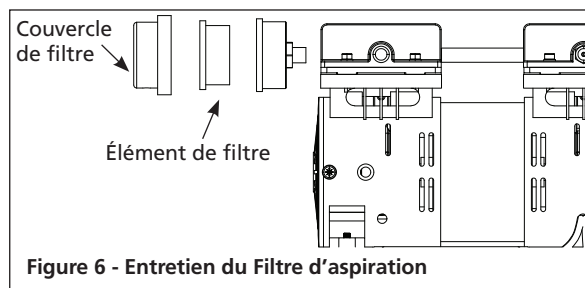

Figure 6 - Entretien du Filtre d'aspiration
Retrait, inspection et remplacement (Figure 6).
3. Réinstaller le filtre, le couvercle et le boulon. Avant l'utilisation, vissez le filtre d'aspiration dans l'ouverture filetée sur le côté de la tête de compresseur, comme illustré à la figure 6.